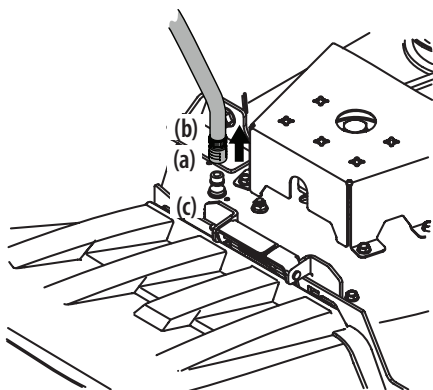

Figure 29
3. Tirez sur le collier d'arrêt (a) de l'adaptateur de buse (b), puis poussez l'adaptateur de buse sur la buse de nettoyage du plateau (c). Relâchez le collier d'arrêt pour verrouiller l'adaptateur de buse sur la buse de nettoyage du plateau. Consultez la Figure 29.